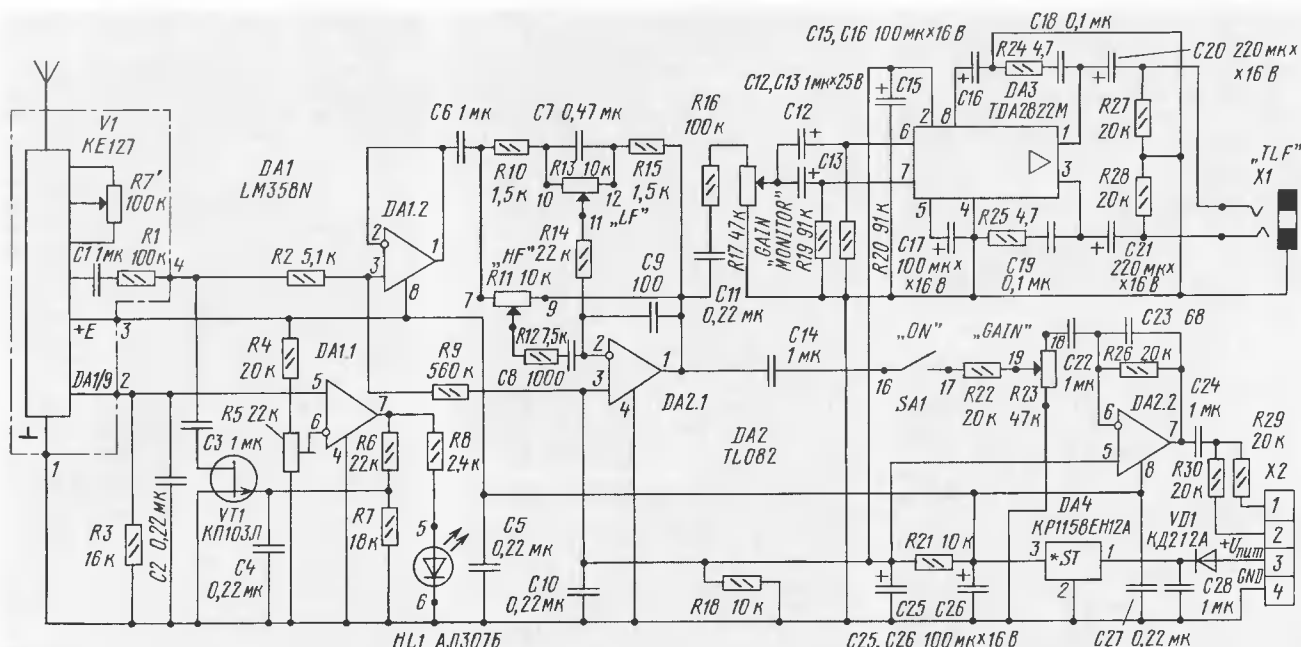

Рис. 4
Еще один вариант входного модуля — с использованием для связи с радиомикрофоном малогабаритного тюнера с диапазоном УКВ-2 (FM). Хотя недорогие радиомикрофоны и работают на расстоянии до нескольких десятков метров, они очень удобны благодаря отсутствию проводов. Обычные радиоприемники для этой цели малоприменимы из-за больших шумов при отсутствии несущей частоты передатчика. Поэтому на основе тюнера из радиоконструктора KE127 фирмы "Каскад" был разработан модуль (см. схему на рис. 4). В его структуру входят шумоподавитель [3] DA1 (LM358N), темброблок с регулировкой по высоким и низким частотам на DA2.1 (TL082) и контрольный усилитель